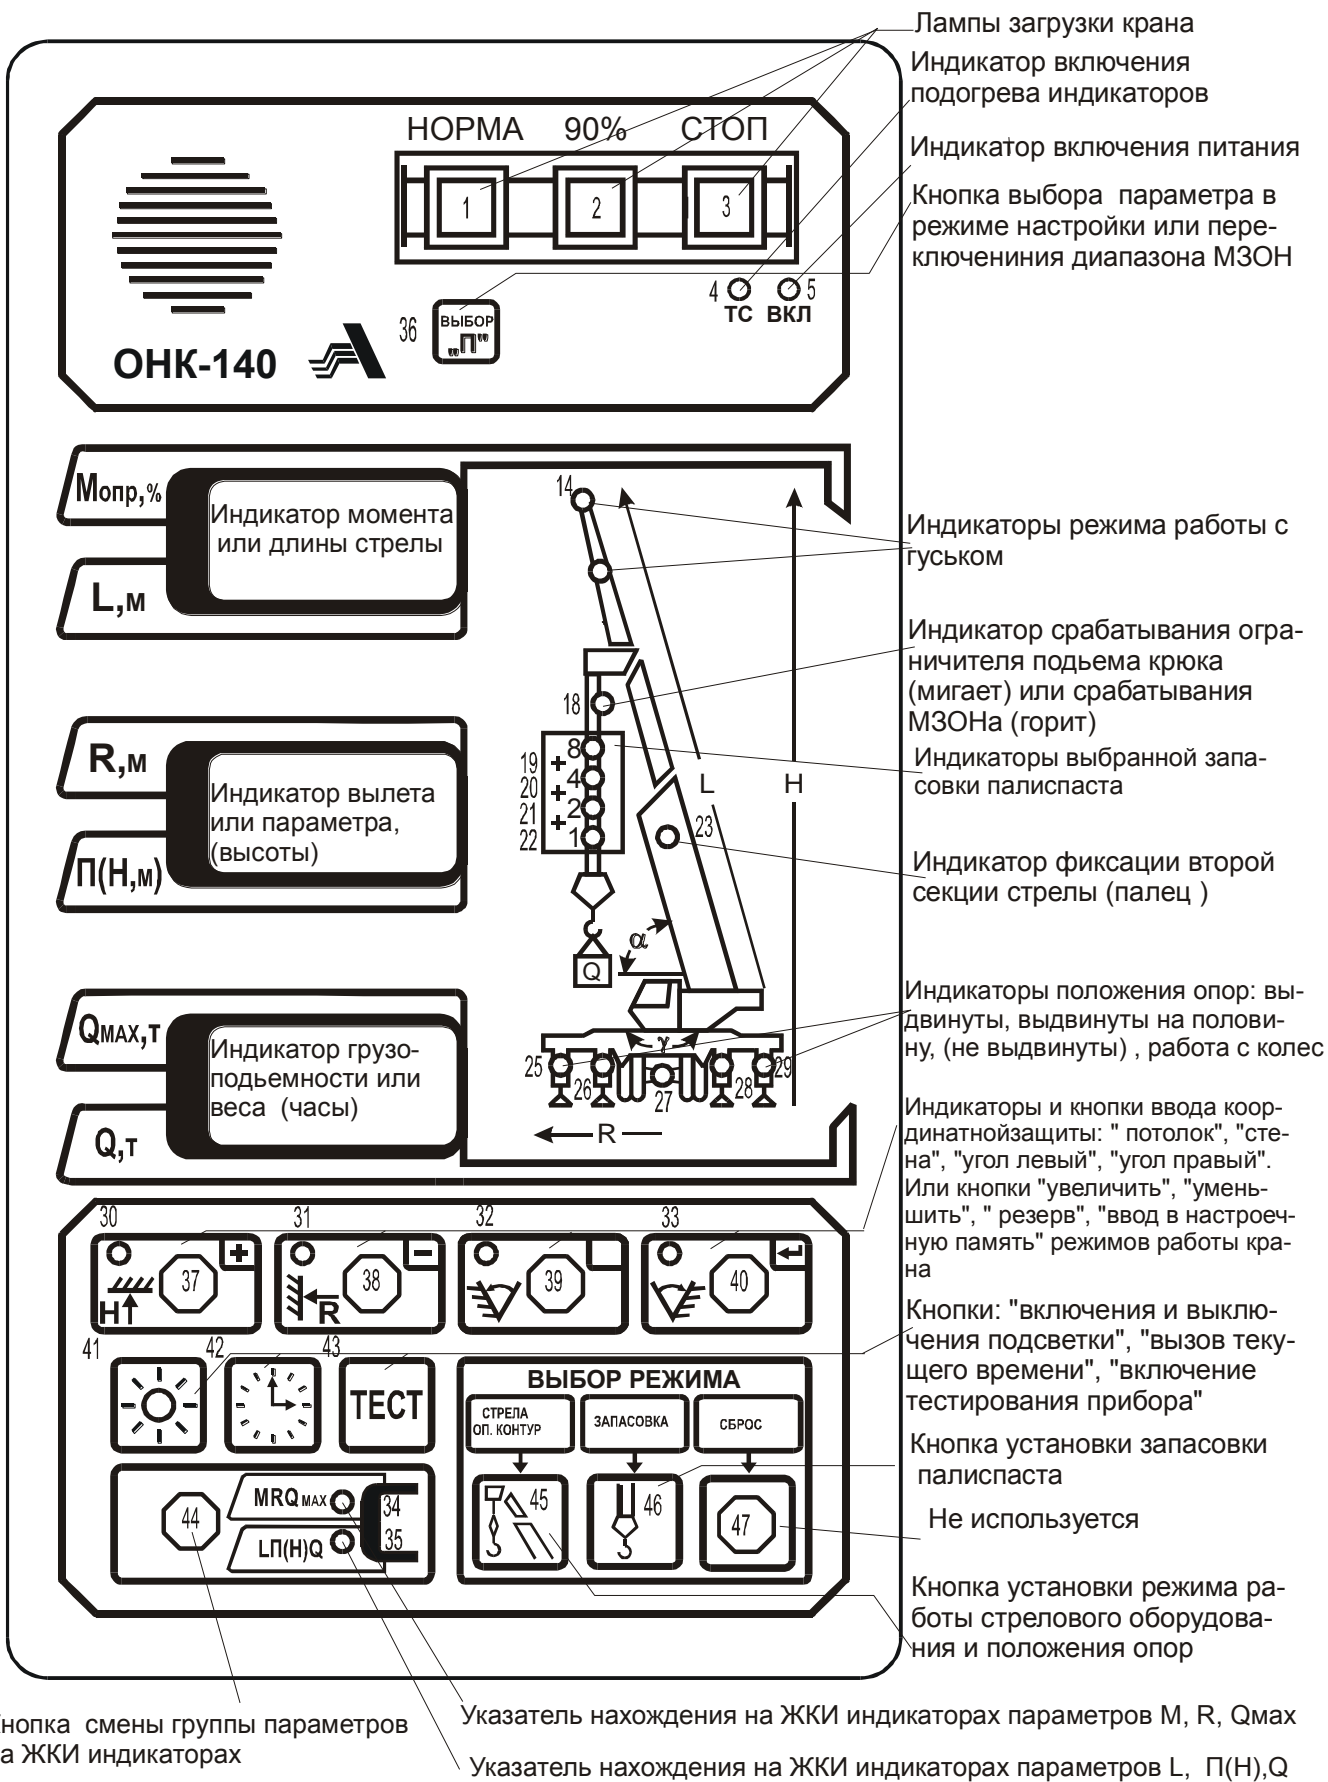

Рисунок 7 - Лицевая панель ограничителя
Включить тумблер ПИТАНИЕ на пульте управления крана и проконтролировать загорание светодиода ВКЛ на передней панели БОДа (см. рисунок 7).
Для этого нажать кнопку выбора запасовки (46). При этом на индикаторы БОДа выдаются (см. рисунок 7):